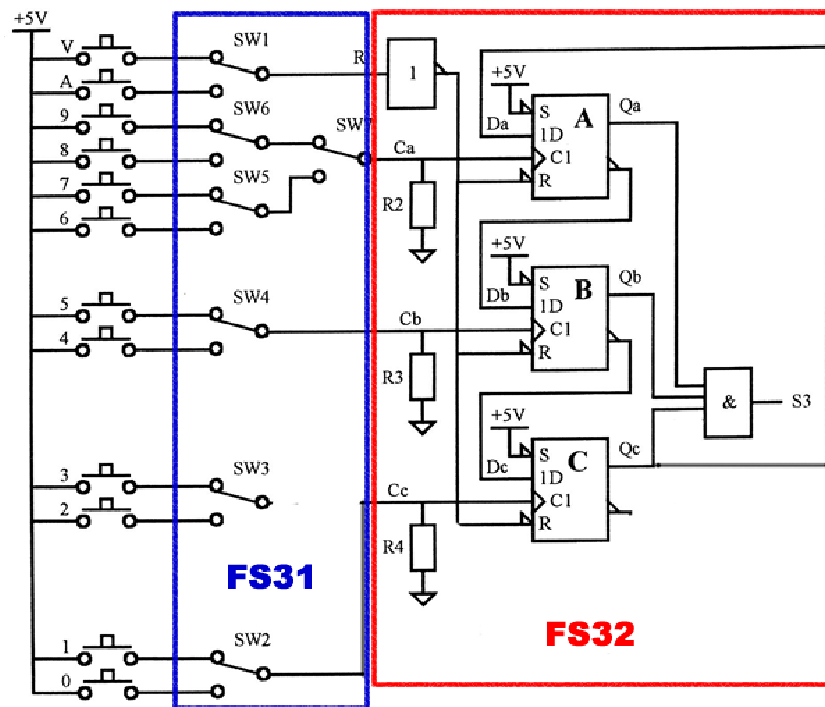
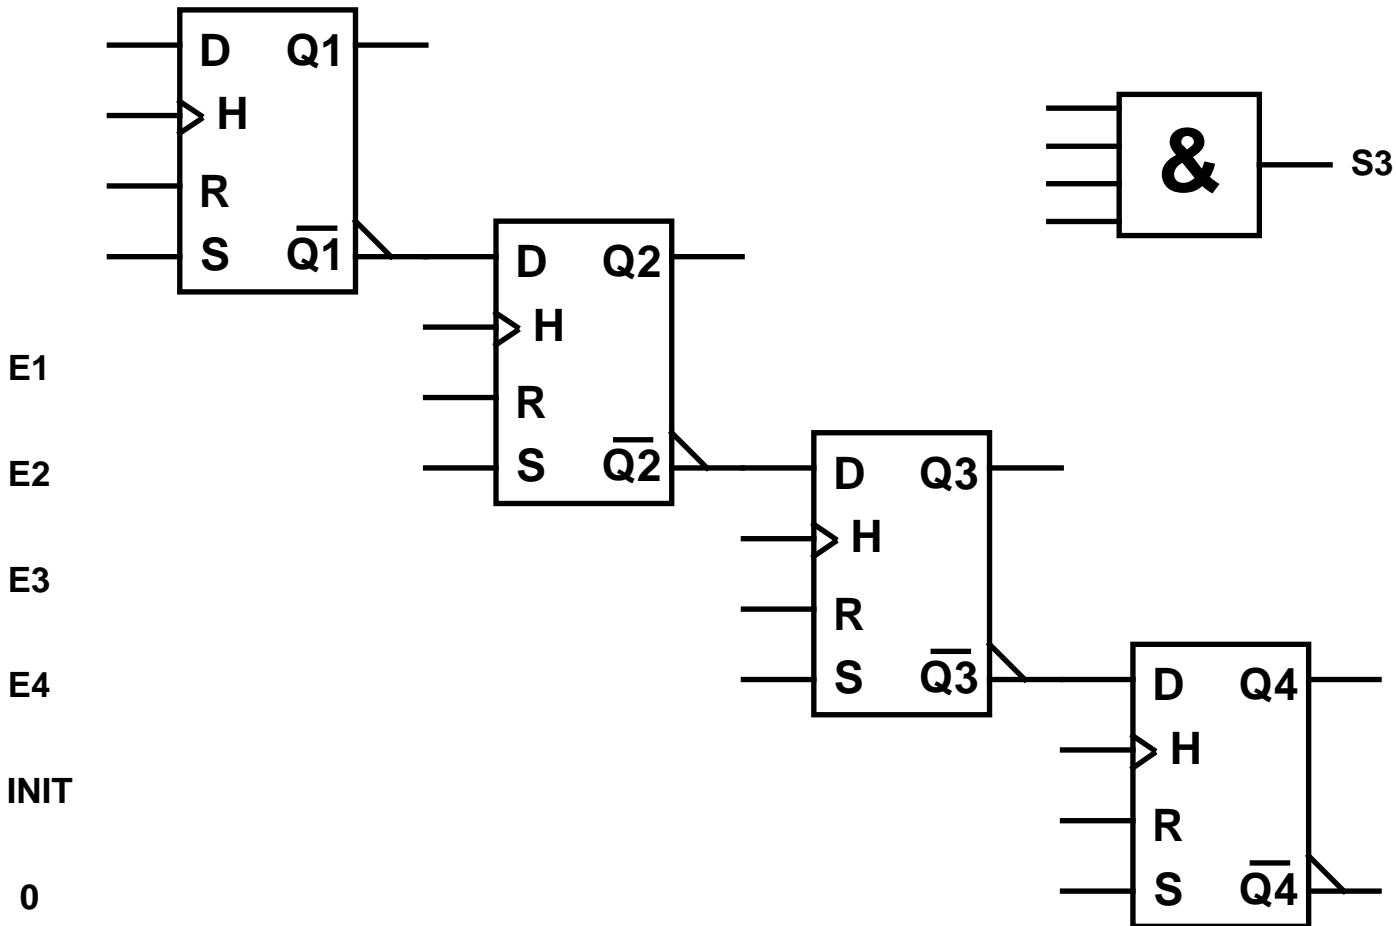

Figure 1 : Schéma des fonctions FP2 et FP3
Figure 2 : Solution à compléter permettant de décoder un code à 4 chiffres
I - 1 - Encadrez sur le schéma de la *Figure 1* (page 2) la fonction FP2.
Le montage de la *Figure 1* est une solution permettant de décoder un code à 3 chiffres. Les questions suivantes sont relatives au schéma de la *Figure 1* :
II - 1 - Sur la *Figure 1*, quelles sont les seules touches du clavier qui sont utilisées ?
**II - 9** - Sachant que le portail s'ouvre si **S3 = 1** et que la touche **V** est enfoncée avant de taper un code, quel est le code d'accès qui permet d'ouvrir le portail sur le montage de la *Figure 1* ?
Vous allez dans cette partie **III** proposer une solution permettant de décoder un code à 4 chiffres, puis valider votre proposition sur le logiciel de simulation Proteus. Pour réaliser votre solution vous disposez de 4 bascules D **4013** dont les symboles sont rappelés sur la *Figure 2* et d'une porte logique ET à 4 entrée **4082**.
On désire réaliser un montage permettant de décoder le code à 4 chiffres **1234**. Sur la *Figure 2* :
**III – 3 –** En prenant exemple sur le schéma de la *Figure 1*, complétez le montage de la *Figure 2* afin qu'il décode le code **1234** en répondant au cahier des charges ci-dessus :
Si le code d'accès de votre montage *Figure 2* n'est pas **1234**, corrigez votre schéma, puis testez-le à nouveau dans le simulateur jusqu'à ce que le portail ne s'ouvre que si on tape le code **1234**.